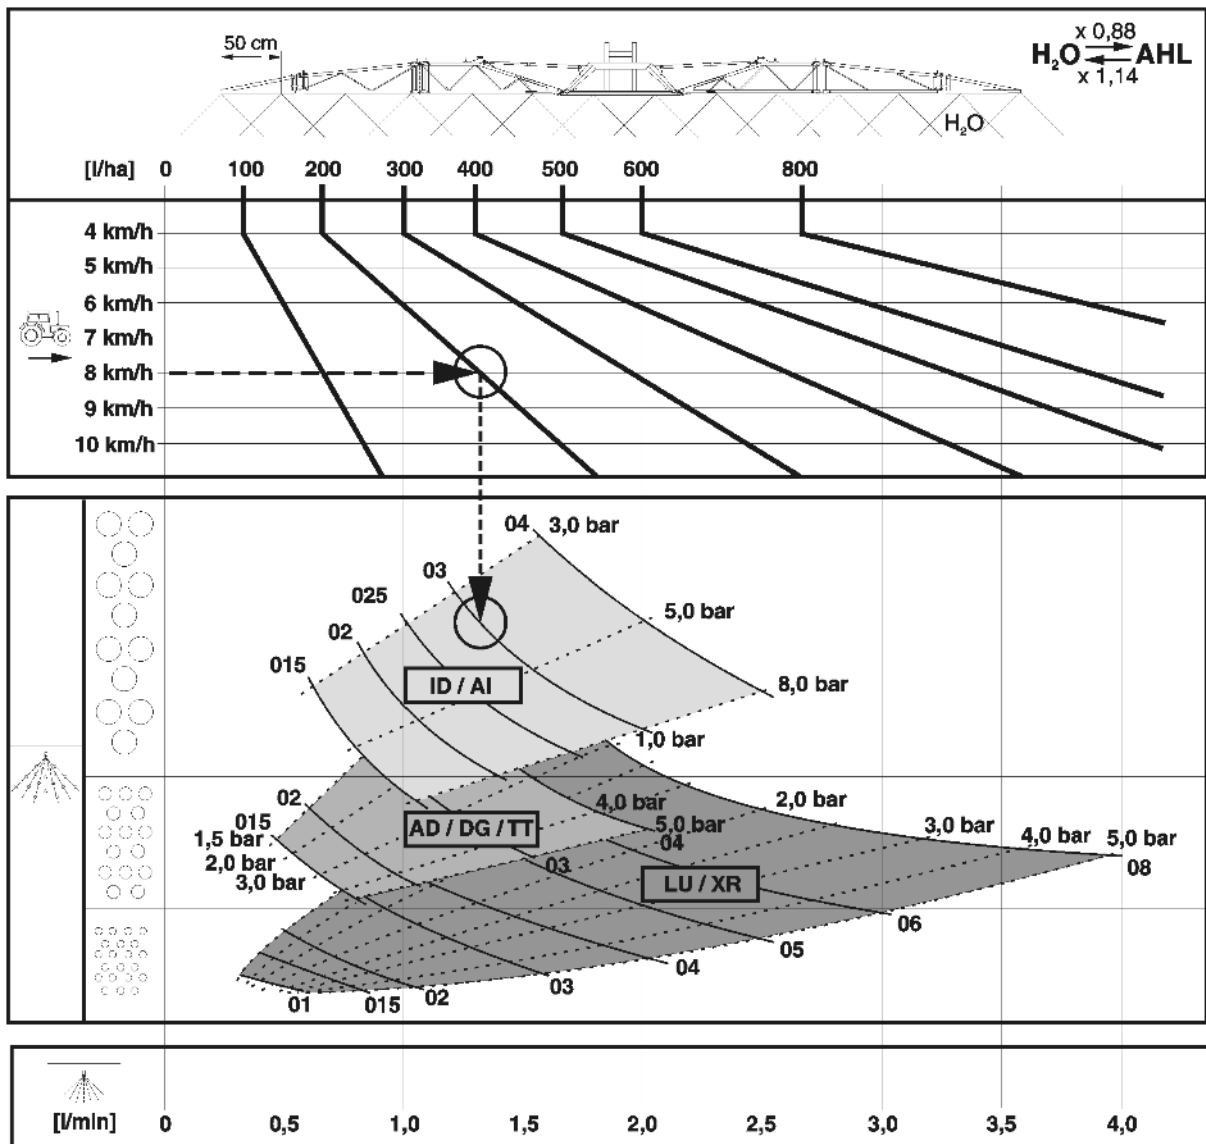

Fig. 159
- Die Fig. 159 dient zur Auswahl des geeigneten Düsentyps. Der Düsentyp wird bestimmt durch